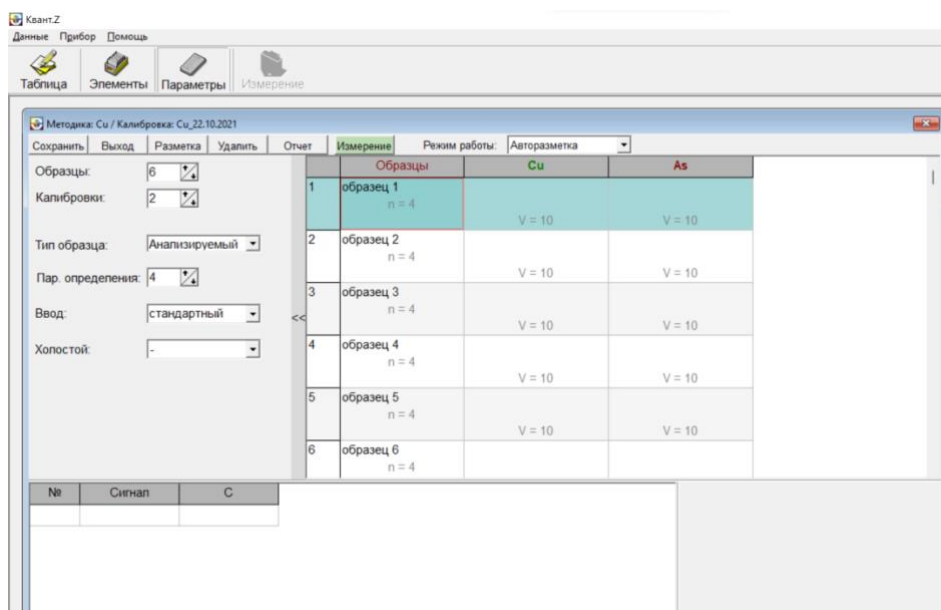

Рис. 26П – Ввод типа образца и числа параллельных определений
- 3.7.6** Для выбора типа образца (анализируемый или калибровочный) и задания числа параллельных определений наведите мышку на ячейку «Образец №» и щелкните левой кнопкой мышки. При этом соответствующая строка окрасится в голубой цвет, а редактируемая ячейка выделится красным (Рис. 26П). Тип образца (анализируемый или калибровочный) выбирается в раскрывающемся списке «Тип образца». В строке «Пар. определений» выбирается число параллельных определений (n).